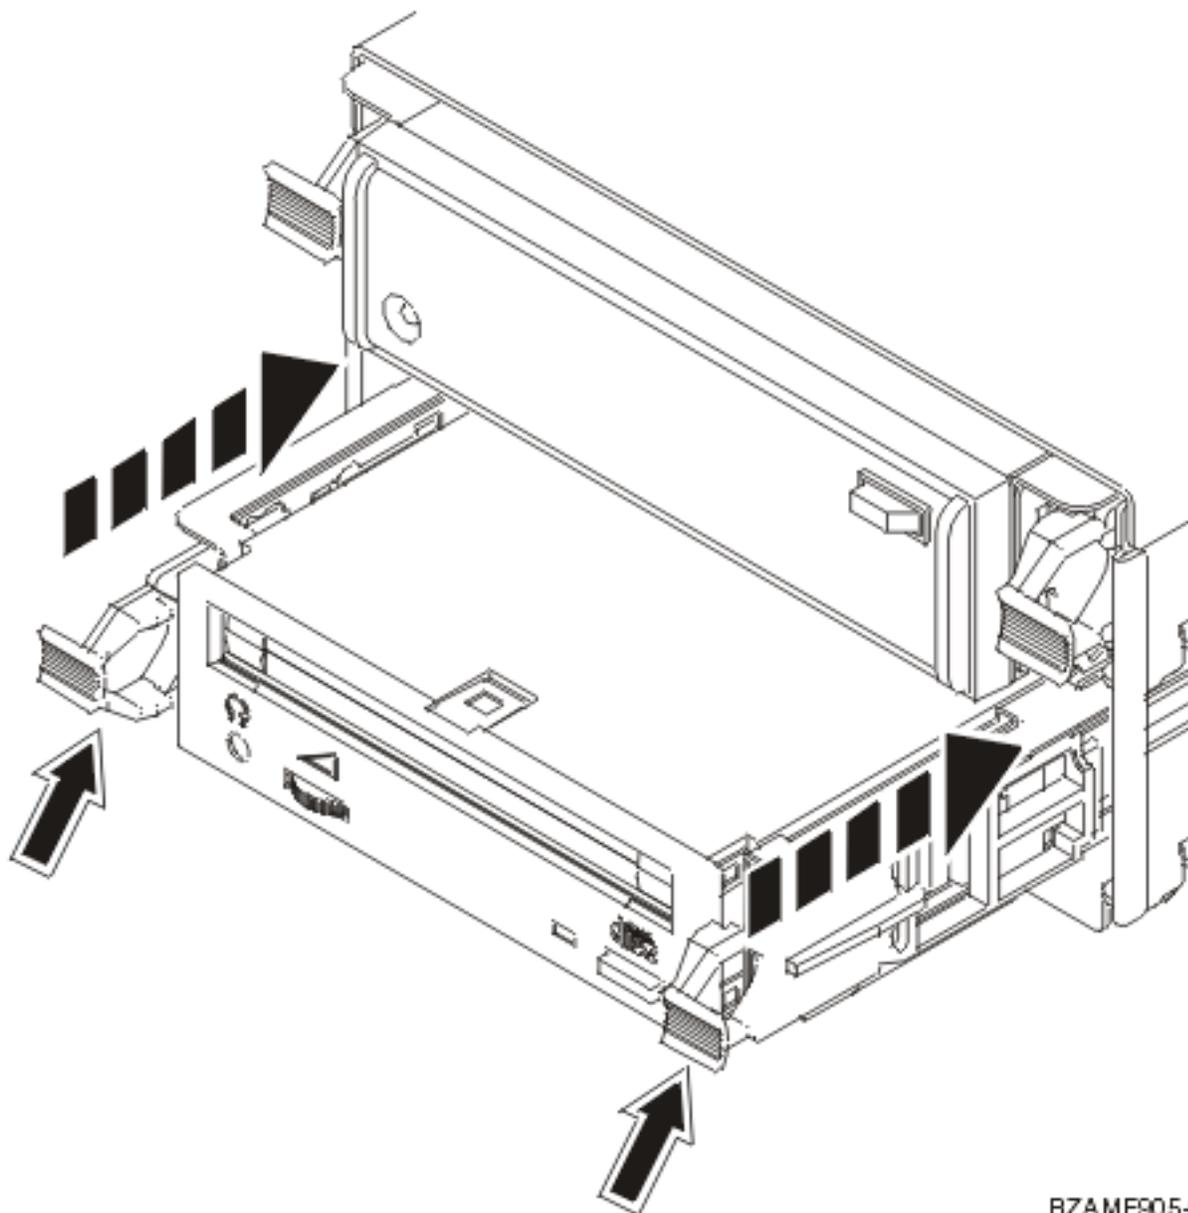

Figura 5. Instalar o dispositivo de suporte de dados amovível
- ___ 4. Consulte a Figura 5 na página 22 e segure o fundo do dispositivo de suporte de dados amovível ao mesmo tempo que o desloca até meio na posição indicada. Não o empurre mais do que isso.